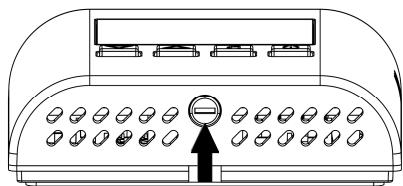

Fig. 2
- 1** Appuyer, avec l'aide d'un tournevis, sur la languette en plastique dans la fente située sur le côté gauche, de manière à soulever légèrement le haut du boîtier (Fig. 2).